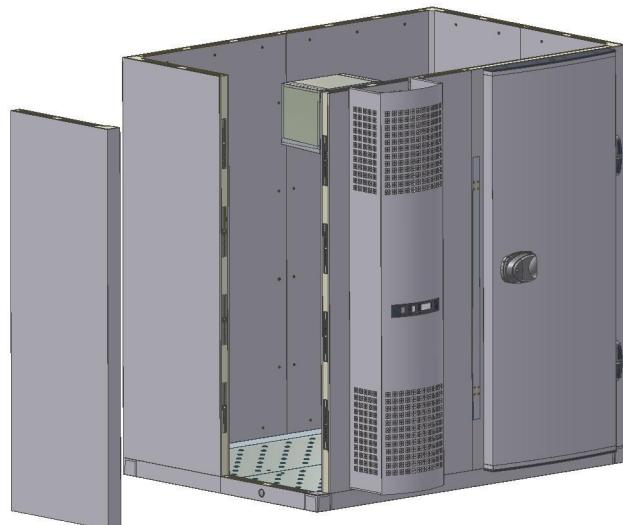

Fig. 5
- I pannelli verticali (compreso il pannello dei coprifili della porta ed il pannello del gruppo) devono essere montati in modo che l'ultimo, sia un pannello d'angolo (Fig. 5).